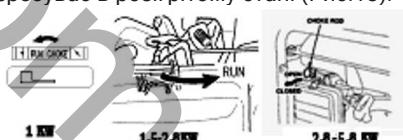

Рис.13
- Поверніть важіль повітряної засілінки карбюратора в положення ON («УВІМК.»). Цього не потрібно робити, якщо двигун перебуває в розігрітому стані (Рис.13).